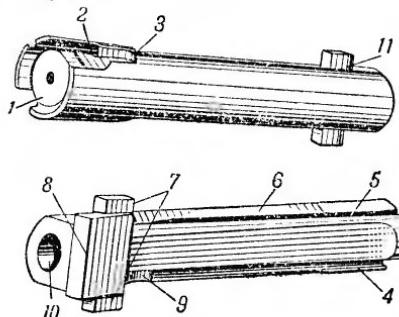

Рис. 23. Остов затвора:
**24. Остов затвора с выбрасывателем и ударником** (рис. 23) предназначается для запирания канала ствола при выстреле, для подачи очередного патрона из магазина в патронник и извлечения гильзы из патронника при помощи выбрасывателя.